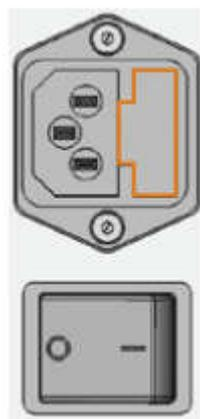

图 33 保险丝端盖（橙色标记）
- ①关闭机器主电源并关闭其他跟机器有关联的电源供应
- ②将电源线从机器上拔出
- ③移除保险丝端盖，如图 33 所示